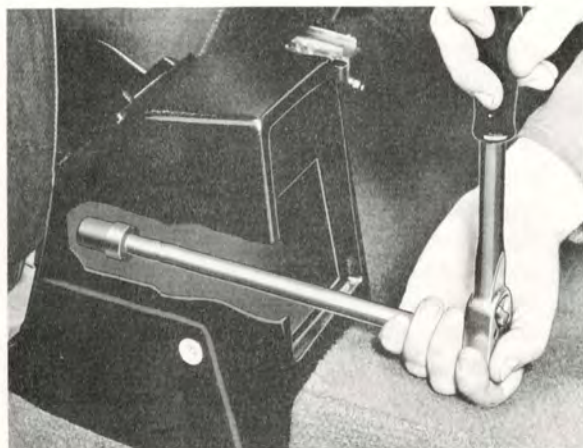

Bild 5-15.
2. Skruva ut justerskruven i spakens bakkant så att vajrarna slackas. Skruven är åtkomlig genom askkoppsuttaget om en 17 mm hylsa med förlängning används (bild 5-15).
1. Demontera bakre askkoppen och skruva ur handbromsspakens justerskriv så att vajrarna slackas (bild 5-15).